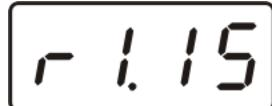

Рисунок 5.1 Индикация версии внутреннего программного обеспечения
- 5.5.** При включении газоанализатора на его экране индицируется версия внутреннего ПО, см.Рисунок 5.1.